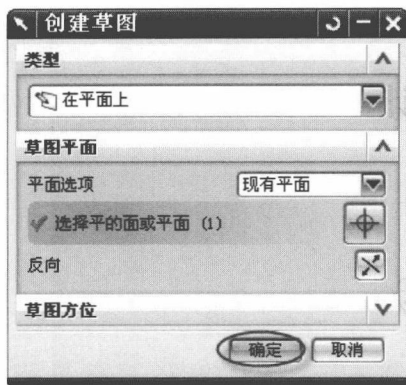

图 1-19 【创建草图】对话框
(1) 选择菜单中的【插入】(Insert) | 【草图】(Sketch)命令，或单击【特征】工具条上（草图）按钮，系统弹出【创建草图】对话框，如图 1-19 所示；在【平面选项】下拉列表中选择【现有平面】，在绘图区选择 XC-YC 平面，单击【确定】按钮，进入草图绘制模式。